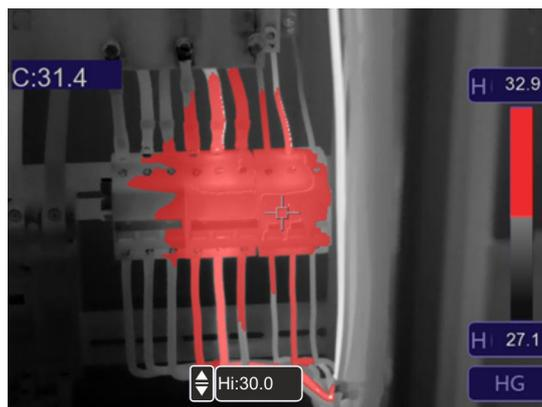

Fig. 40: Alarme de seleção isotérmica acima da temperatura.
5. Clique em "Hi" na parte inferior do ecrã e clique nas teclas ▲ ou ▼ para definir o valor do limite máximo de temperatura além do qual o equipamento mostra os pontos da imagem em vermelho e os pontos restantes em cinzento (ver Fig. 40)
6. Clique no símbolo “” para definir o valor do limite máximo de temperatura além do qual o equipamento mostra os pontos da imagem em vermelho e os pontos restantes em cinzento (ver Fig. 40)